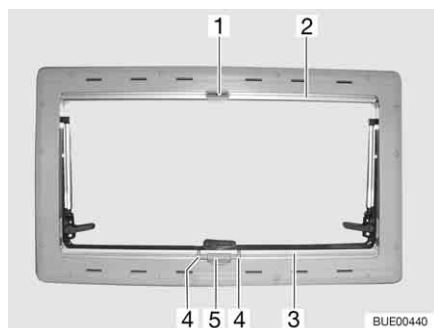

Bild 59 Överkantshängda fönster
- Tryck ihop handtaget (Bild 59,4), drag mörkläggningsrullgardinen (Bild 59,3) nerifrån och uppåt till önskad höjd.
- Tryck ihop handtaget (Bild 59,4). Spärren lossas.
- Mörkläggningsrullgardinen (Bild 59,3) förs långsamt tillbaka till utgångsläget.
- Drag ner insektsnätet (Bild 59,2) tills det stöter mot mörkläggningsrullgardinen (Bild 59,3) och låsspaken (Bild 59,1) hakar in i spärren (Bild 59,5).
- Lossa låsspaken (Bild 59,1).